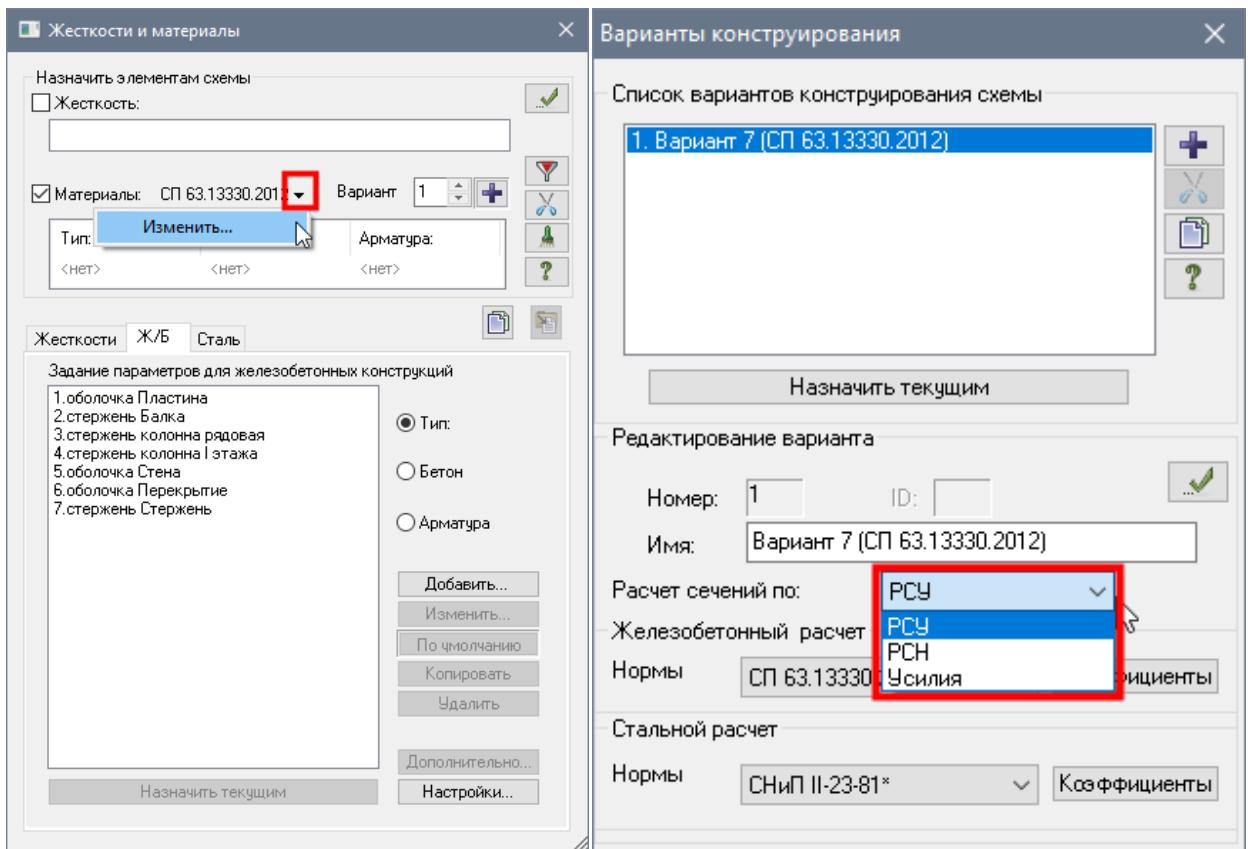

Рис.7.1. Диалоговое окно Жесткости и материалы
- Щелчком по кнопке - Ж/б (панель Конструирование на вкладке Создание и редактирование) вызовите диалоговое окно Жесткости и материалы (рис.7.1).